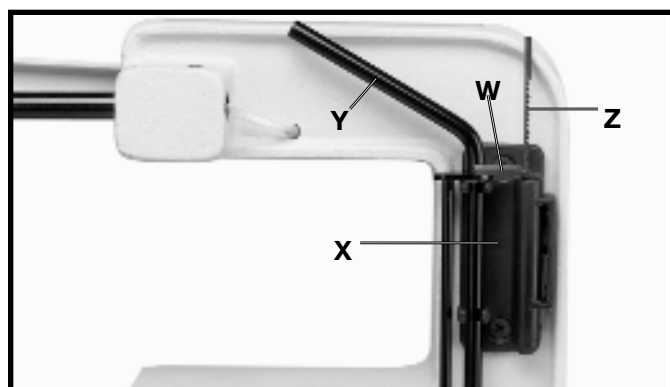

Fig. 15
13. Le porte-outil (X) fig. 15, sert à retenir la clé de changement de lame quickset (Y), (pour retirer la lame du porte-lame inférieur), la clé Allen de 4 mm (W) et les lames supplémentaires (Z).